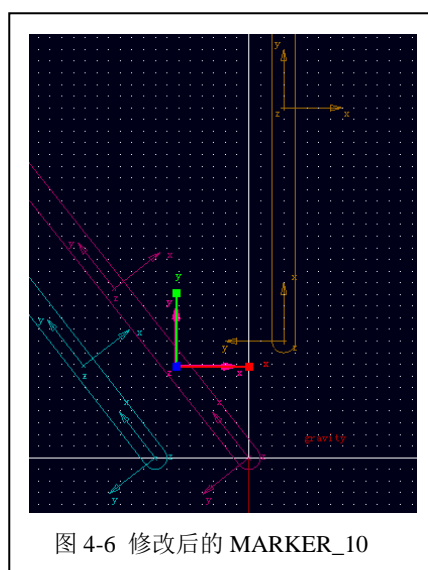

图 4-6 修改后的 MARKER\_10
4.4 将属性对话框中的 Location 的坐标 (-115.0,145.0,0.0) mm 修改为 (-62.1,78.3,0) mm，然后点击 OK 确定。则 **MARKER\_10** 点的位置将改变，如图 4-6 所示。